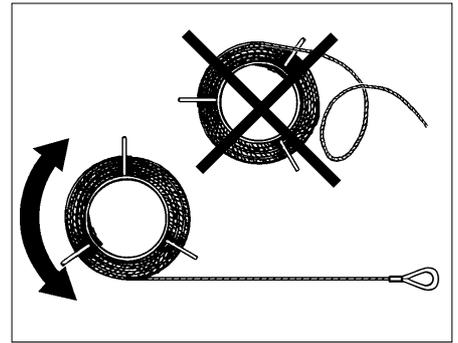

Fig. 1.19
- Evitare la formazione di nodi durante lo svolgimento dei cavi (Fig. 1.19).